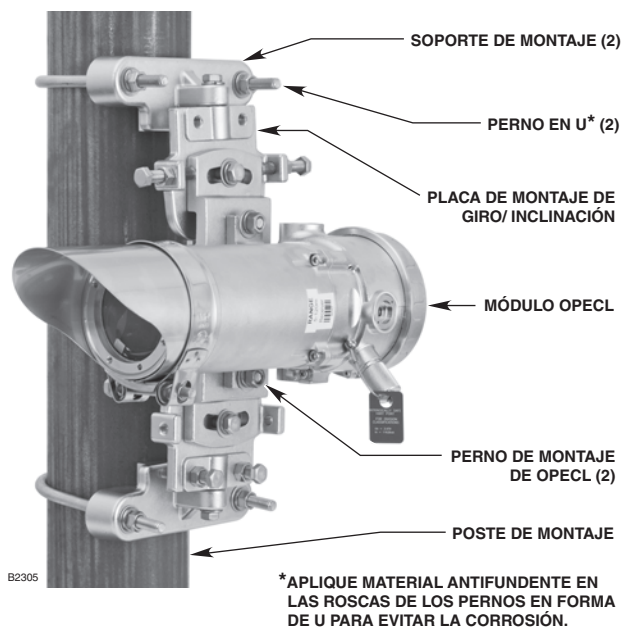

Figura 5: Detector de gas OPECL colocado en el poste vertical
- Un poste vertical con un diámetro externo nominal de 4,5" (11,43 cm). El margen de diámetro externo admisible varía entre 4 y 5 pulgadas (10 y 12 cm aproximadamente). Consulte la figura 5.